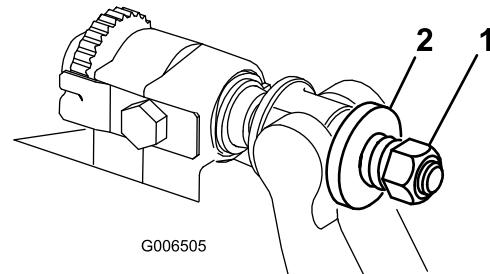

Figure 36
- Serrez l'écrou de tension du ressort jusqu'à ce que les spires soient jointives, puis desserrez-le de 1/2 tour (Figure 36).